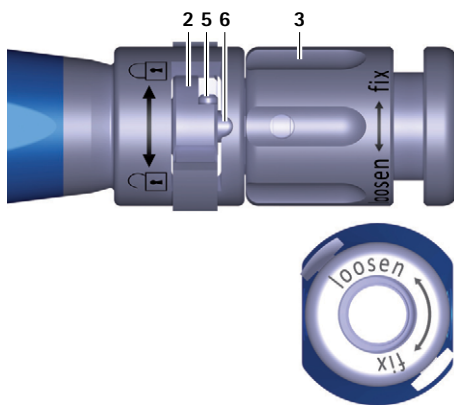

Fig. 1 Visualização de proximidade do instrumento introdutor, comutador aberto
- ▶ Rodar a porca giratória **3** no instrumento introdutor **A** no sentido anti-horário (sentido "loosen"), para empurrar a barra **6** para a frente, ver Fig. 1.
- Rodar o comutador **2** para a esquerda (sentido , ver Fig. 1.
- Rodar o comutador **2** para a esquerda (sentido , ver Fig. 1).
- Verificar a posição para acoplar o instrumento introdutor **A**, ver Fig. 1.
- ▶ Rodar o comutador **2** para a esquerda (sentido ) , ver Fig. 1.
- ▶ Rodar a porca giratória **3** no sentido anti-horário (sentido "loosen"), até a barra **6** ser empurrada para a frente, ver Fig. 1.